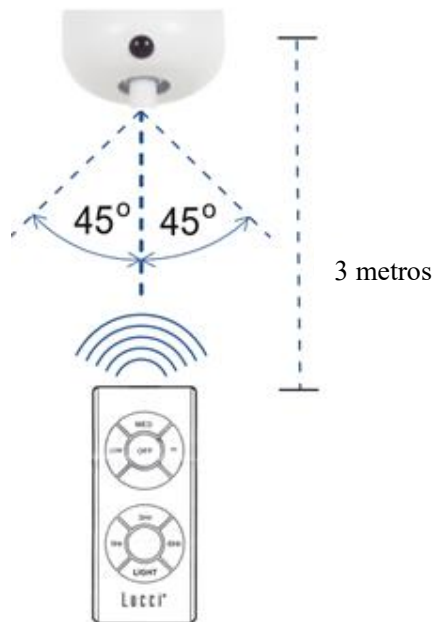

Figura. 12
**Ubicación / distancia efectiva para el mando a distancia de IR (Figura 12)**